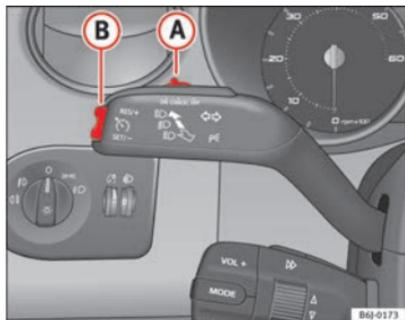

Fig. 126 Alavanca das luzes indicadoras de mudança de direcção e dos máximos: comando e botão basculante para o regulador de velocidade
- Quando tiver alcançado a velocidade que quer programar, pressione brevemente a parte inferior do botão basculante **SET** ⇒ Fig. 126 **(B)** uma vez.
- Pressione a parte superior do botão basculante **RES** ⇒ Fig. 126 **(A)** para aumentar a velocidade. Enquanto o botão basculante
- Premir a parte inferior do botão basculante **SET-** ⇒ Fig. 126 **(B)**, para diminuir a velocidade. Enquanto o botão basculante estiver a ser pressionado, o veículo perde velocidade através de desaceleração automática. Soltando o botão basculante, fica memorizada a nova velocidade.
Se se reduzir a velocidade com o pedal do travão, desliga-se o regulador de velocidade. Pressionando uma vez a parte superior do interruptor basculante **RES+** ⇒ Fig. 126 **(A)**, pode retomar-se a regulação. ■